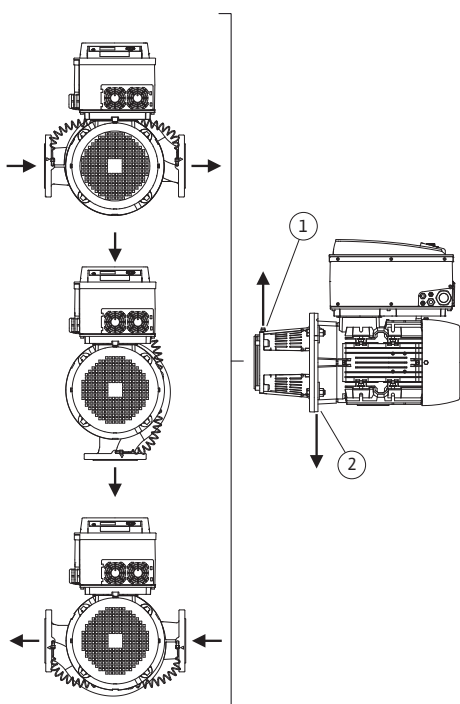

Fig. 14: Toegestane inbouwposities met horizontale motoras
De toegestane inbouwposities met horizontale motoras en elektronicamodule naar boven gericht (0°) zijn in Fig. 14 weergegeven.
De ontluchting van de pomp is optimaal gewaarborgd als het ontluchtingsventiel omhoog wijst (Fig. 14, pos. 1).
Het condensaat dat ontstaat, kan gericht worden afgevoerd via aanwezige boorgaten, het pomplantaarstuk en de motor (Fig. 14, pos. 2).